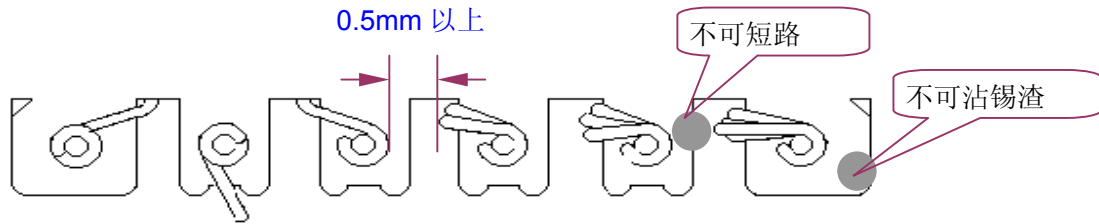

图 6.19
5、焊点之间最小间隙须在 0.5mm 以上。(图 6.19)